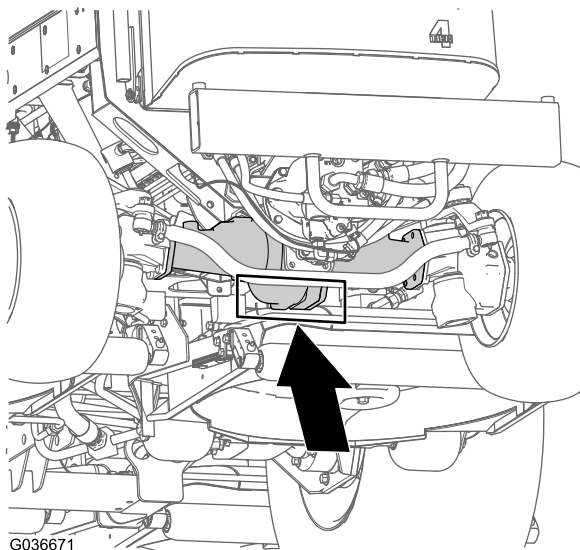

Figura 30
**Na parte traseira da máquina** - no centro do eixo (Figura 30)